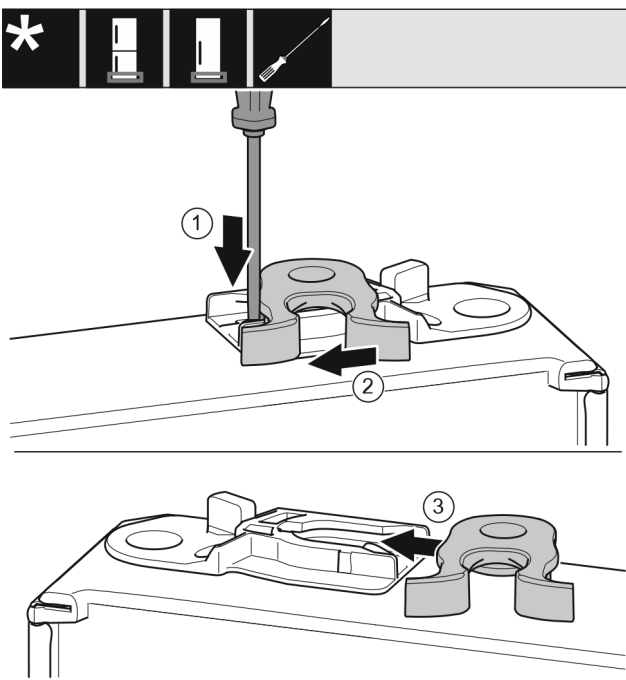

Fig. 18
- ▶ Odvijačem s ravnom glavom pritisnite spojnicu Fig. 18 (1) prema dolje.
- ▶ Izvucite kuku za zatvaranje Fig. 18 (2) iz vodilice.
- ▶ Gurnite kuku za zatvaranje Fig. 18 (3) na drugoj strani u vodilicu.